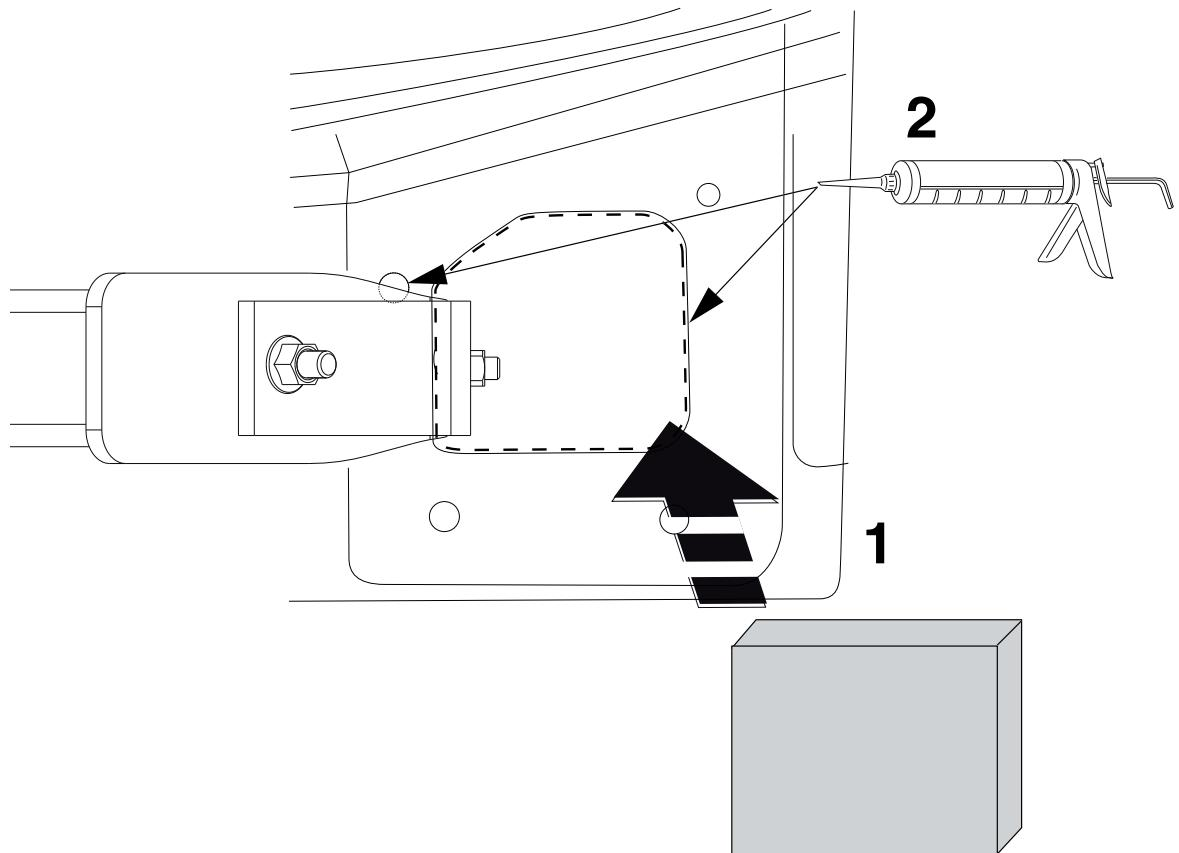

Fig. 3
10. В качестве уплотнения, вставить два полиэтиленовых элемента в балки шасси. Герметизировать обозначенные части (см. рис. 3)